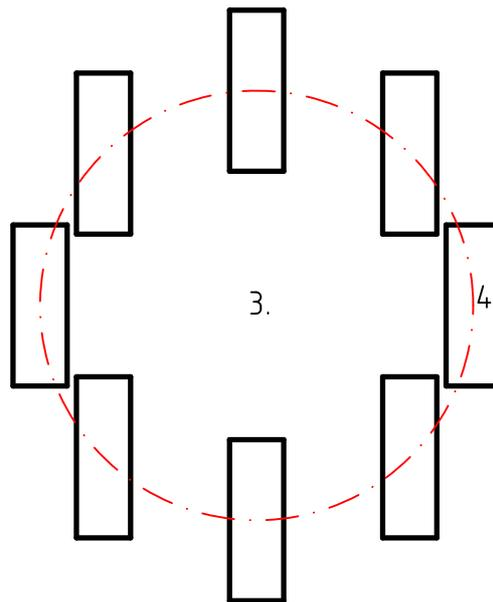

Abbildung 55: Rotation um zwei Zentren - ein absolutes Zentrum (3.) und ein relatives Zentrum (4.).
4. Bestimmen Sie das Zentrum der sekundären Rotation. Dieses Zentrum wird mit den selektierten Objekten um das Zentrum der Hauptrotation rotiert (Abbildung 55).